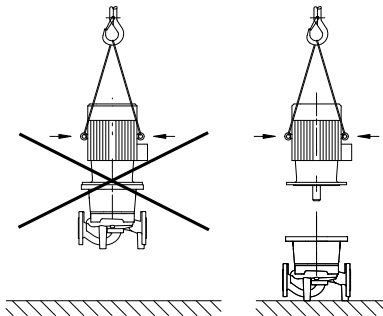

Fig. 30: Transporte do motor
- Os olhais de transporte no motor só servem para o transporte do mesmo e não para toda a bomba (Fig. 30).